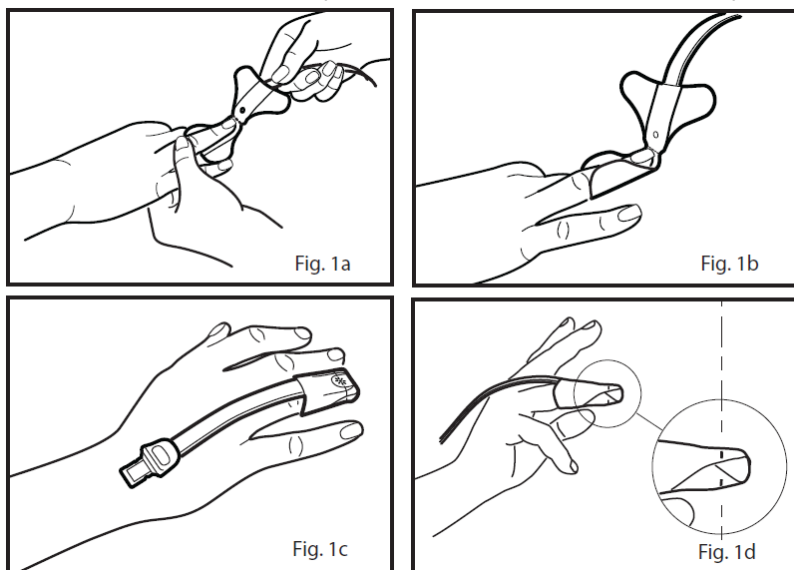

Fig. 19 Application du capteur RD SET pour les patients pédiatriques de 10 à 50 kg
- 2 Voir fig. 1a dans Fig. 19 : Orientez le capteur de manière à ce que le détecteur puisse être placé en premier. Placez l'extrémité du doigt sur la ligne en pointillés, la partie charnue du doigt recouvrant le contour du doigt et la fenêtre du détecteur.
- 3 Voir fig. 1b dans Fig. 19 : Pressez les ailes adhésives, une à la fois, sur le doigt. Une couverture complète de la fenêtre du détecteur est nécessaire pour garantir la précision des données.
- 4 Voir fig. 1c dans Fig. 19 : Repliez le capteur sur le doigt, la fenêtre de l'émetteur (étoile rouge) étant placée sur l'ongle. Fixez les ailes en les rabaisant, une à la fois, autour du doigt.
- 5 Voir fig. 1d dans Fig. 19 : Lorsqu'ils sont correctement appliqués, l'émetteur et le détecteur doivent être alignés verticalement (les lignes noires doivent être alignées). Repositionnez si nécessaire.